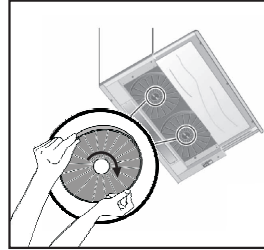

Ilustración 6: FILTRO DE CARBÓN AF 100
3. Coloque el filtro de carbón en su carcasa. Ilustración 6
4. Al girar el filtro de carbón en sentido horario, asegúrese de que entre bien. Ilustración 6